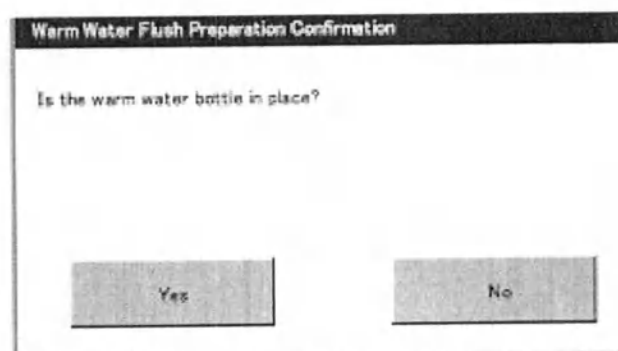

Рис. 125 Окно подтверждения запуска промывки теплой водой
4. Чтобы начать промывку теплой водой, нажмите кнопку «**Start**» (Пуск). Появится окно подтверждения (Рис. 125).